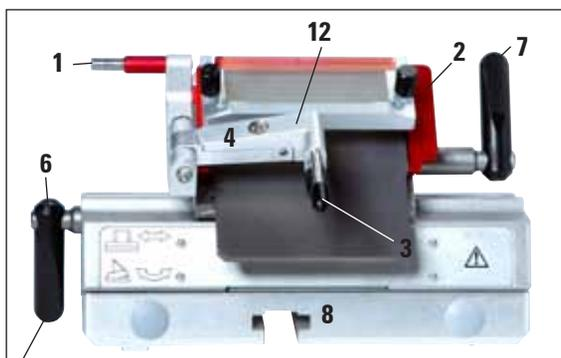

Fig. 12
- Dispositivo de expulsión de cuchillas (1) y protector de dedos (2)
- Ajuste del ángulo libre con llave Allen n.º 4 (véase 5, fig. 12 a la izquierda del portacuchillas); el ángulo recomendado se sitúa entre 2° y 5°
- Palanca (6) para desplazamiento lateral (debe estar orientada hacia abajo para permitir el movimiento del reposadados sin impedimentos).
- Palanca (7) para la fijación de la cuchilla
1. Para soltar el segmento de arco (1) de la base, soltar el tornillo sobre el ajuste del ángulo libre (2) utilizando la llave Allen n.º 4 y quitar el segmento de arco (1) de la base portacuchillas.
2. Plegar el sistema de la placa antirroll (3) hacia la izquierda utilizando la palanca (4).
3. Soltar la palanca de fijación (5) de la placa de presión girándola en el sentido contrario a las agujas del reloj.
4. Sujetar la placa de presión (6) y extraer el perno (7).
5. A continuación ya se puede extraer la placa de presión (6) e iniciar la limpieza (con alcohol).
6. Para retirar la parte superior (8) del segmento de arco, soltar la palanca de fijación del portacuchillas (6, fig. 12) girándola en el sentido de las agujas del reloj y extraerla. El portacuchillas puede ser desplazado ahora lateralmente y puede quitarse del segmento de arco.